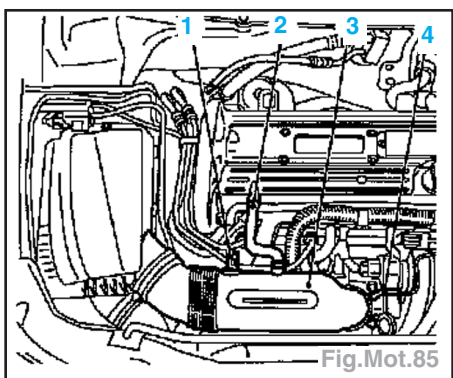

Fig.Mot.85
- Le flexible de dépression (3), le flexible de reniflard (2), la fiche de faisceau de capteur (1) et le flexible d'aspiration d'air (3) (Fig.Mot.85).